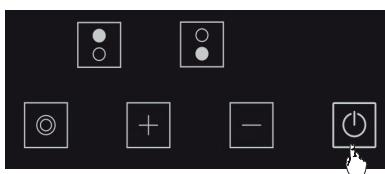

Figure 11
1. Vous pouvez éteindre la cuisinière en appuyant sur le bouton **Ø**. (Voir Fig. 11)